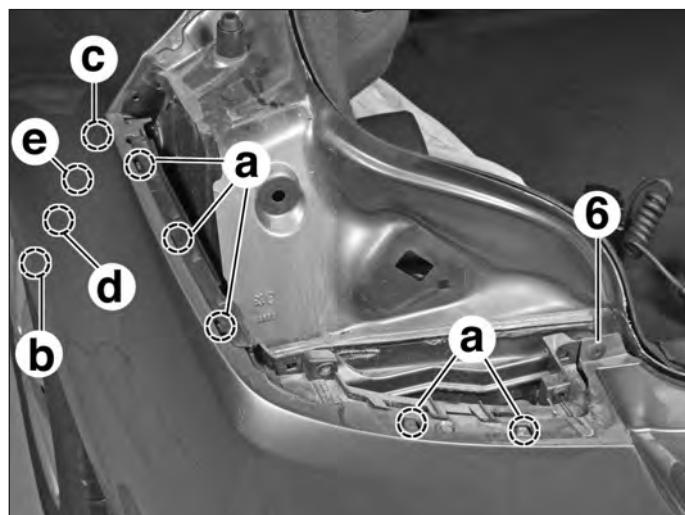

FIG.169
- Déposer la vis (6) (Fig.169).